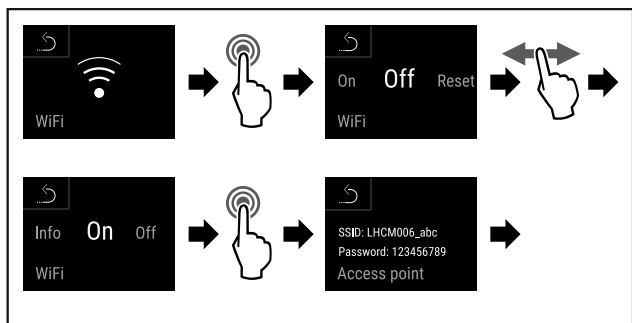

Fig. 117
- ▶ Eseguire i passaggi (vedere Fig. 117) .